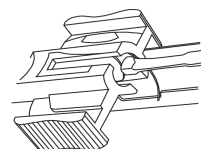

図 10
10. スクリュー部分を押し進め、プランジャー先端を前方ループの手前を通過させて光学部エッジに押し当て(図 10)、そのまま前方へ押し進める。スクリューがねじ山に突き当たったら時計回りに回転させてかみ合わせ、更に約 1/4 回転させる。